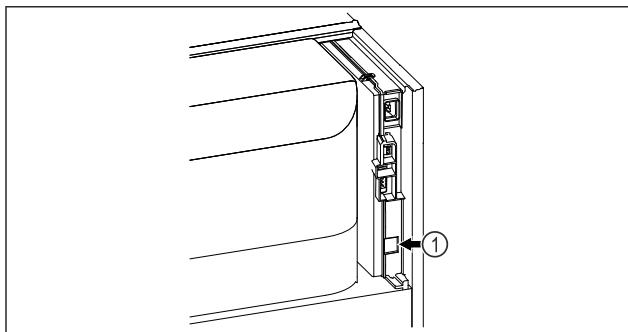

Fig. 184
- Se utiliza SmartModule Fig. 184 (1).